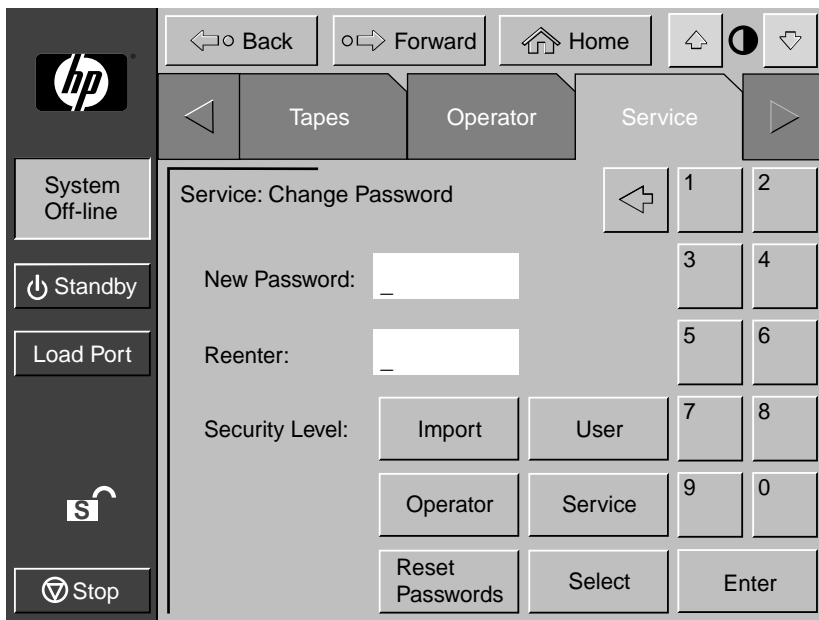

図5-10: [Service: Change Password]画面
1. [Service]画面で、[Change Password]ボタンを押します。コントロールパネルに[Service: Change Password]画面が表示されます（図5-10を参照）。